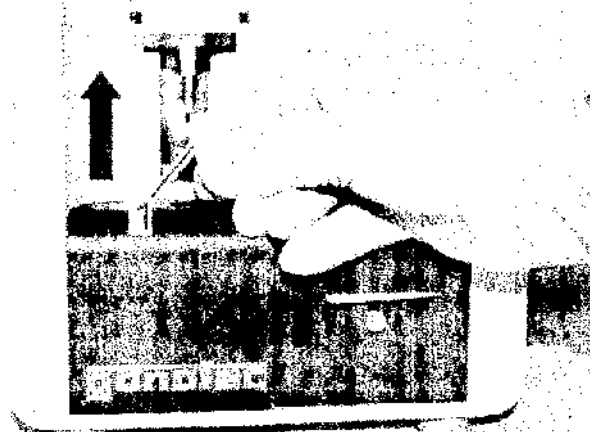

Рис. 34: Надевание измерительного сосуда
7. Поместить сосуд измерительный на термисторный зонд таким образом, чтобы крышка смотрела вперед (рис. 34/1).